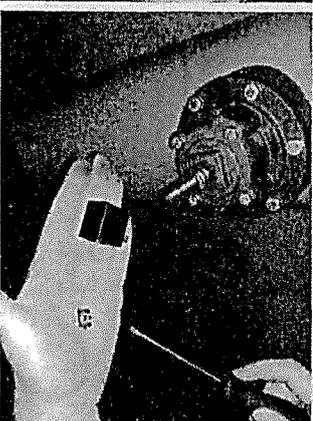

Fig. 2
8. Estrarre delicatamente il gruppo bobina e connettore come mostrato nella fig. 2